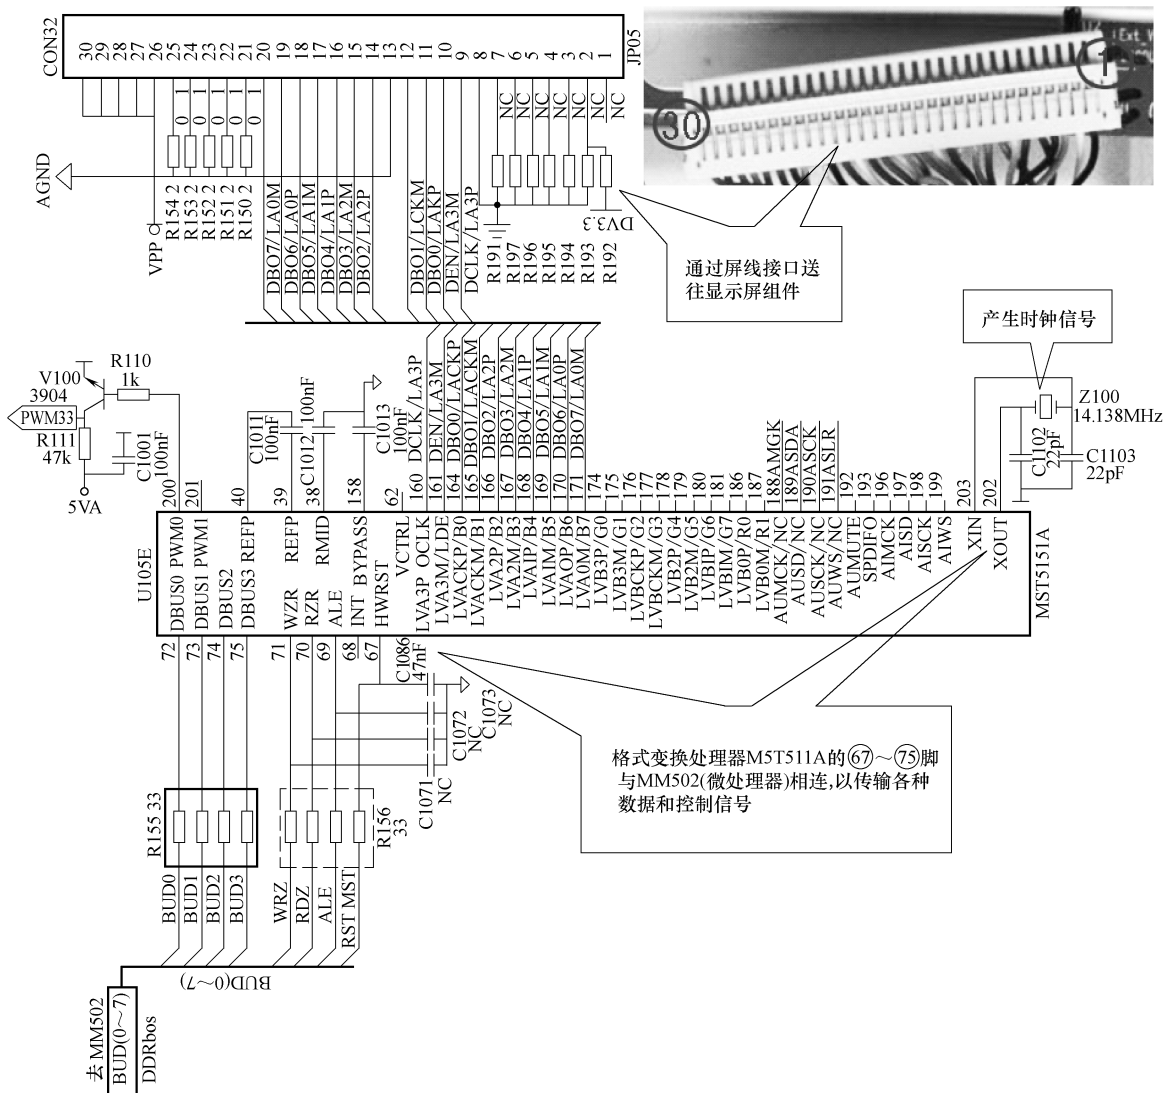

图 4-48 长虹 LS10 型机心液晶电视格式变换电路(控制及驱动信号输出部分)分析图
(2) 格式变换电路(控制及驱动信号输出部分)
长虹 LS10 型机心液晶电视,格式变换电路(控制及驱动信号输出部分)相关电路原理如图 4-48 所示。在格式变换电路中,格式变换处理器 U105 的⑥7~⑦5脚与 MM502(微处理器)相连,以传输各种数据和控制信号。U105 有三组供电电压分别为 1.8V、2.5V 和 3.3V,其②02、②03脚外接石英振荡晶体,用来产生时钟振荡信号。